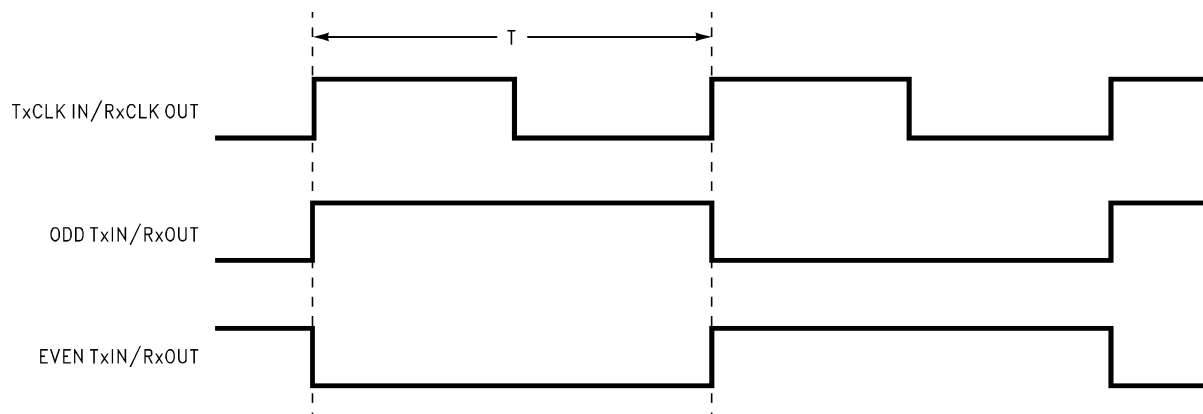

FIGURE 1. "Worst Case" Test Pattern
**Note 8:** Figure 1、2 とともに立ち下がりがエッジストロブの場合です (TxCLK IN/RxCLK OUT)。